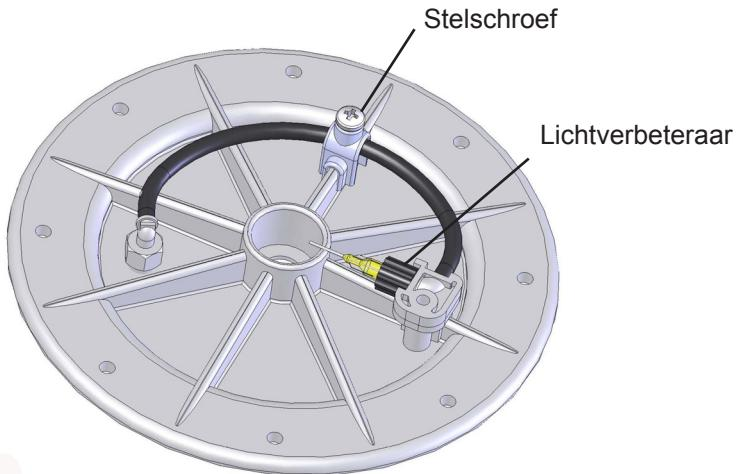

Figuur 5
2. Vergewis u ervan dat de reserve-O-ringen zich op hun plaats bevinden. Plaats de winterdoppen van het verbindingssstuk in de stelmoeren van de Laminar en schroef ze vast op de Laminar (figuur 5).
3. Sluit de Laminar op de toevoerleiding aan met het verbindingssstuk (Figuur 5). Zorg ervoor dat de O-ring in zijn groef blijft en dat het pasvlak vrij is van lijm/vuil.
5. Plaats het deksel van de behuizing/de Laminar op/in de behuizing (Figuur 5). Indien de slangen in de behuizing in de weg zitten wanneer u het deksel van de behuizing wilt installeren, moet u de wartelmoer mogelijk even losdraaien en de slangen een kronkel geven zodat ze volledig in de behuizing verdwijnen.